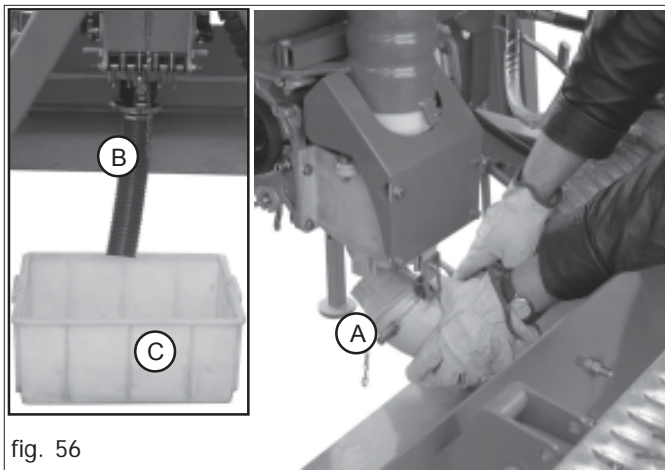

fig. 56
- Retirer la courbe placée sous le canal de l'injecteur (A, Fig. 56), desserrer le dispositif de fermeture rapide.
- Raccorder à sa place le tube de récolte fourni en dotation (B, Fig. 56) et à l'autre extrémité du tube, placer un bac de récolte (C, Fig. 56).